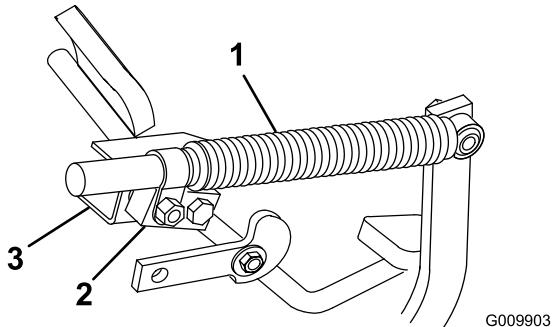

Figure 59
2. Desserrez le contre-écrou qui fixe le pivot d'amortisseur au support d'amortisseur (Figure 59).